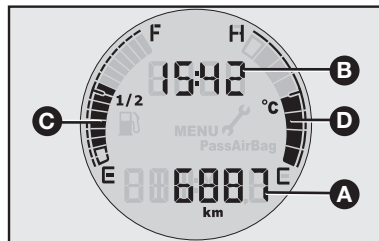

fig. 38
INFORMAÇÕES NO DISPLAY - fig. 38
- Relógio (**B-fig. 38**);
- Hodômetro total (**A-fig. 38**);
- Indicação do nível de combustível (**C-fig. 38**);
- Indicação da temperatura do líquido de arrefecimento do motor - **D-fig. 38** (algumas versões);